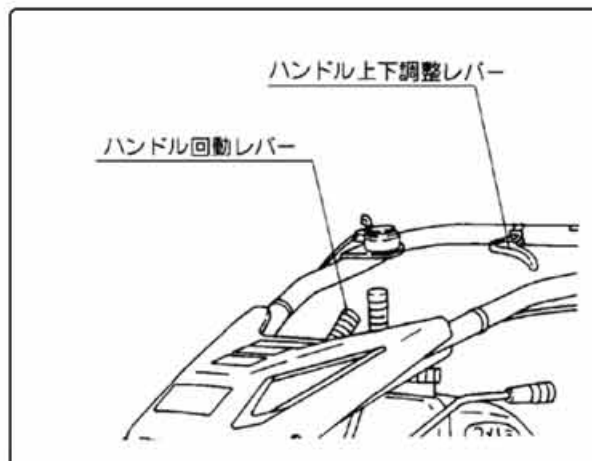

図25
①ハンドル左右の調整は、ハンドル回動レバーを下方方向に押し（ハンドルを少し持ち上げると楽に動きます）左右方向に移動してください。（図25）
②ハンドル上下調節レバーを握りますとハンドルの高さを作業及び身長に合った位置でご利用ください。